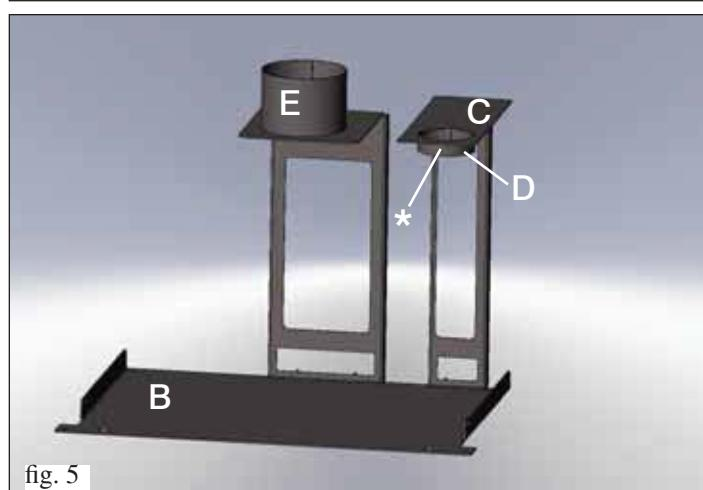

fig. 5
- Cortar el tubo a medida y adaptar el terminal del mismo tubo al collar de la abrazadera de centrado (E fig. 3 al lado y fig. 5 en la pág. 68) y fijarlo por medio de las abrazaderas suministradas.
Ensamblar el kit de facilitación como en la fig. 5.
- Adaptar el tubo de humos en el collar de la abrazadera (C) apoyándolo en el tornillo correspondiente (\*) (fig. 5).
- Adaptar el tubo de carga pellet en el collar de la abrazadera (E) fig. 5 al lado y fig. 3 en la pág. 66) fijándolo con la abrazadera suministrada.